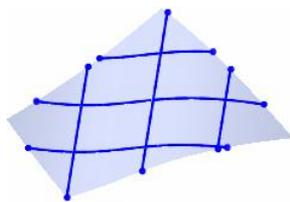

图 1.3.13 面部曲线 (网格)
- 网格(M)** 选项：均匀放置 3D 草图，选中两个方向时，两个方向的 3D 曲线相互交叉，如图 1.3.13 所示。